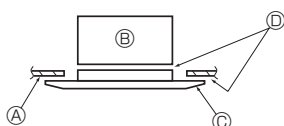

Fig. 8-7
8.3.3. Fixation de la grille (Fig. 8-7)